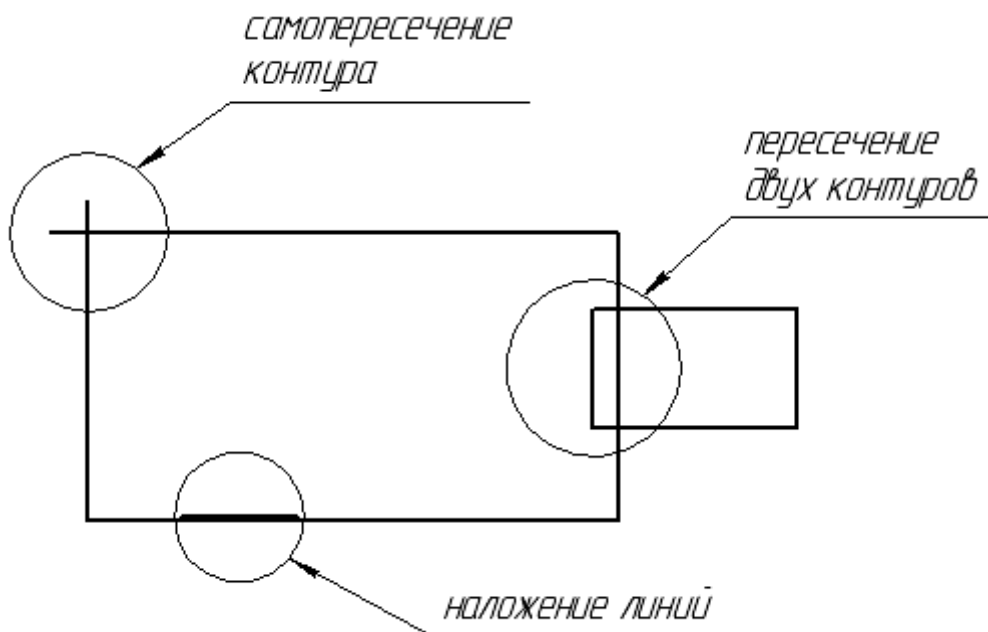

Рис. 74
3. Контур не должен иметь точек самопересечения, пересечения с другим контуром или линий наложения (рис. 74)